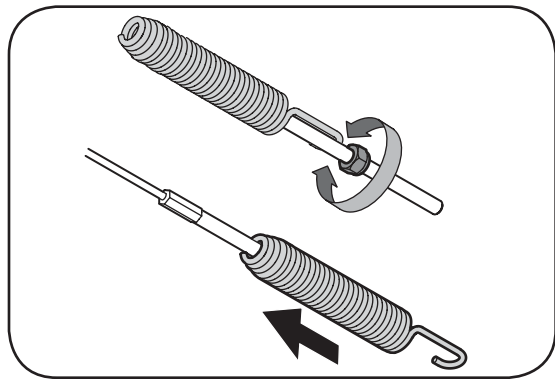

Figure 3-13
- Desserrez le contre-écrou qui se trouve sur le câble de la commande de l'entraînement et dévissez le câble d'un tour complet. Voir la Figure 3-13.